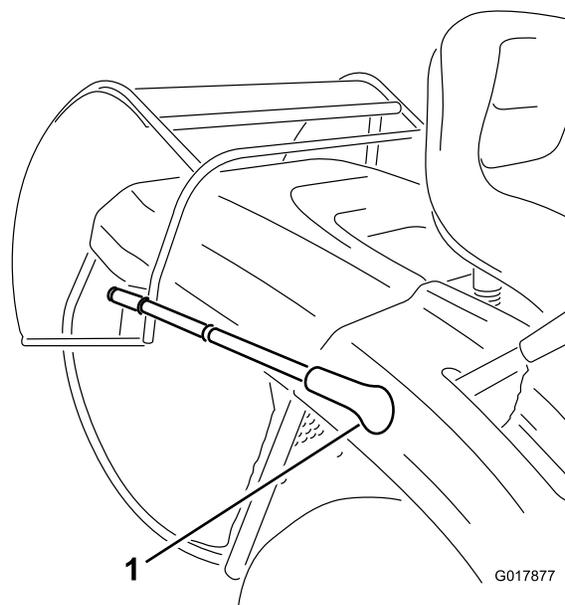
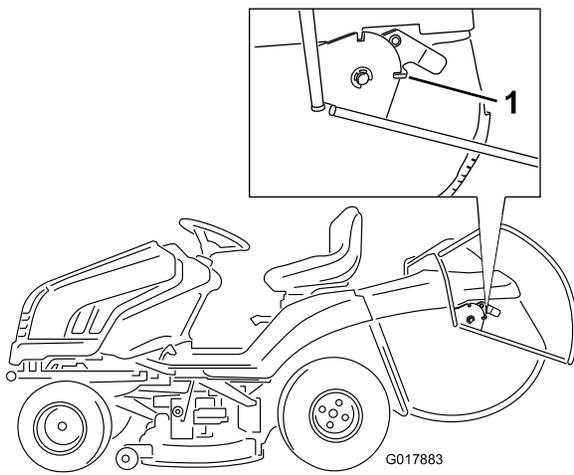

Figure 18
Figure 19
3. Tirez le levier de vidage du bac à herbe vers l'avant et faites basculer le bac à herbe (Figure 18) jusqu'à ce que le verrou s'enclenche et bloque le bac à herbe en position ouverte (Figure 19).